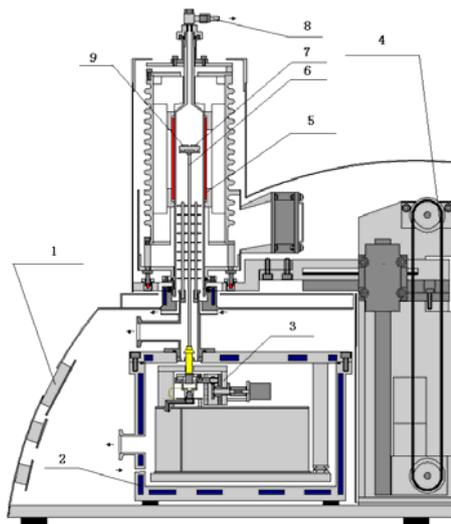
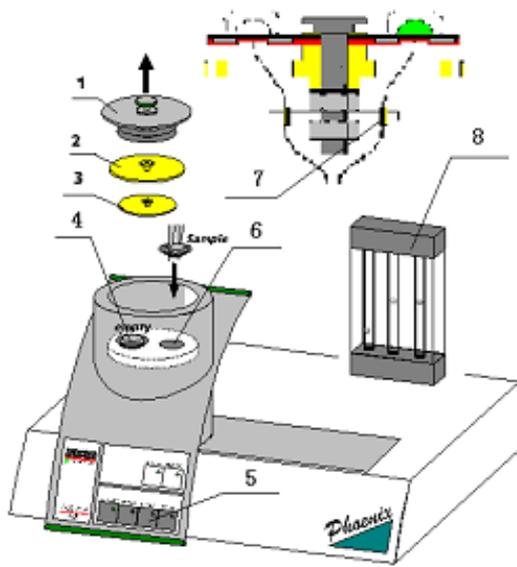

图 1 STA 449C/6/F 同步热分析仪结构简图
图2 DSC 204/1/F 差示扫描量热仪结构简图
- (1)仪器结构简图见图 1 和图 2。请标出下列仪器结构图中各部分的名称。